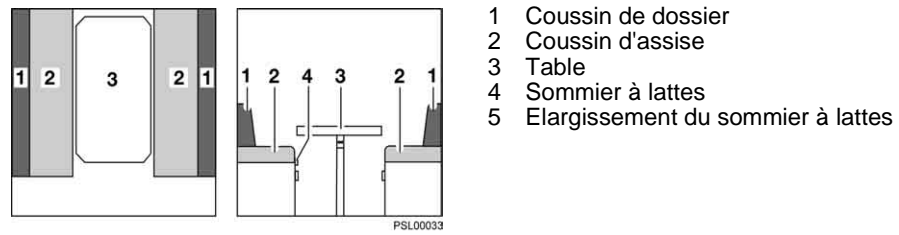

Fig. 41 Avant la transformation
- Convertir la table (Fig. 41,2) en sommier de lit (voir paragraphe 7.6).
- Sortir complètement le sommier à lattes (Fig. 41,4).